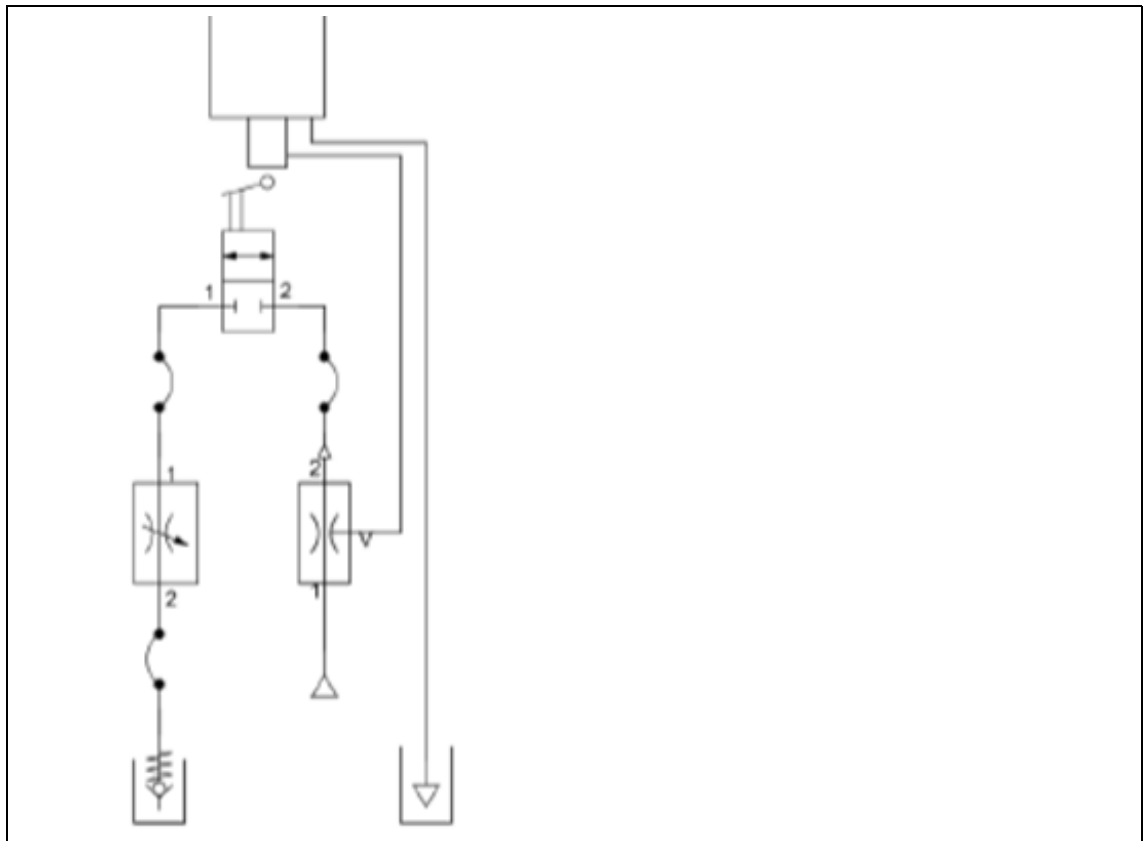

Afb. 6 Persluchtleiding aansluiten
<ul style="list-style-type: none"> Retourleiding (12) op werking controleren en zo nodig demonteren en met perslucht uitblazen. ⇒ Afb. 6 Persluchtleiding aansluiten op pagina NL-10